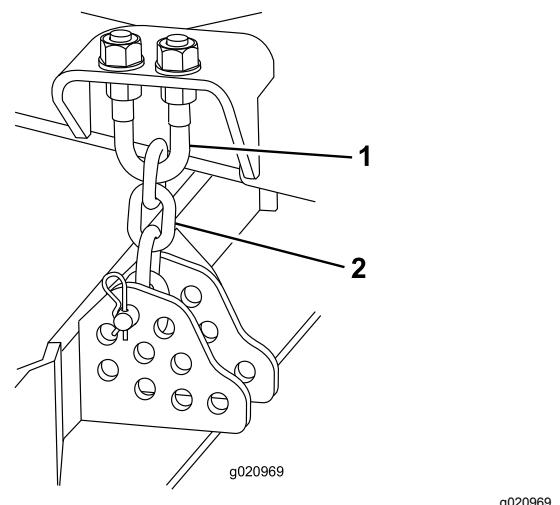

Bild 122
1. Lockern Sie die Klemmmuttern an der Ober- oder Unterseite des U-Bügels an der Schnithöhenkette (Bild 122).